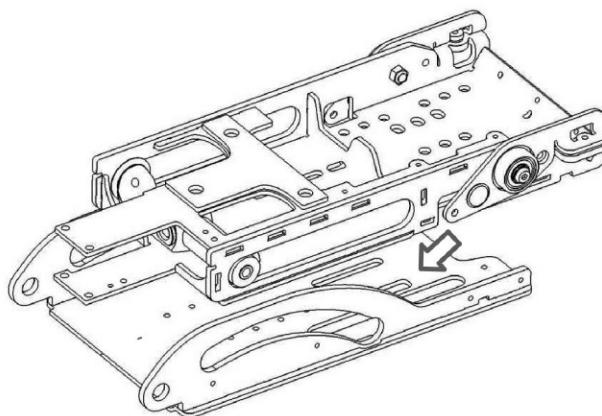

Bild 20. Lägg ihop sitstiltens två delar.
9. Lägg ihop de två delarna av sitstiltens. Se bild 20.